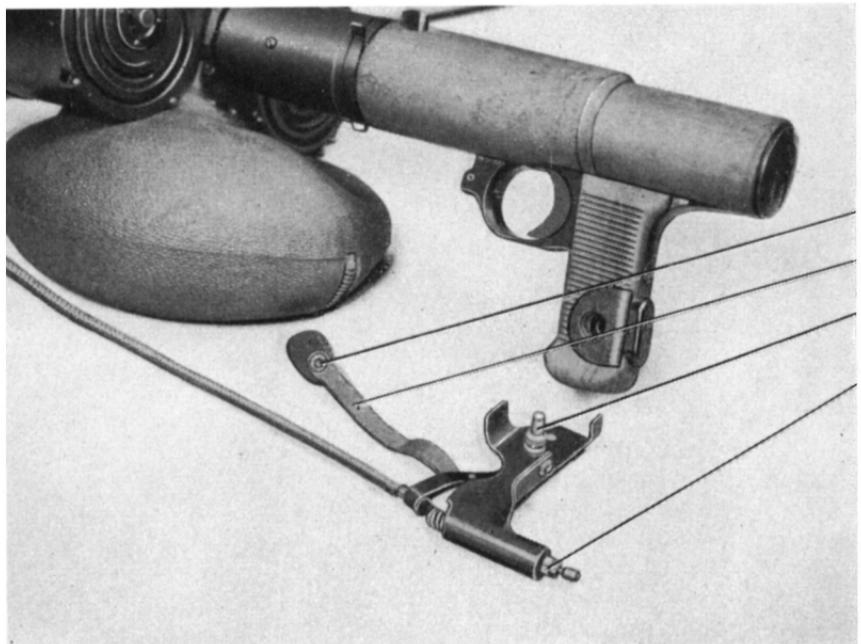

Abb. 4
2. Der MG-Abzug für die halbstarre Schußwaffe im A-Stand ist daraufhin zu prüfen, ob sich der Bowdenzug zum Abzug verändert hat. Der Bowdenzug ist mittels der Einstellschraube (4), Abb. 4, so einzustellen, daß das MG beim Durchladen sicher fängt.